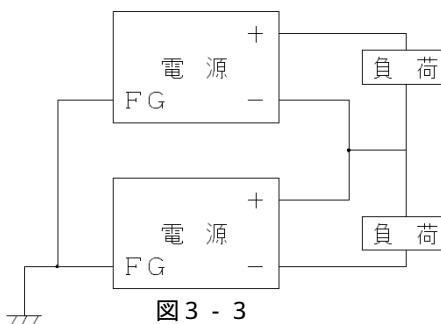

図3-3
- 図3-3のように接続する場合はダイオードは必要ありません。